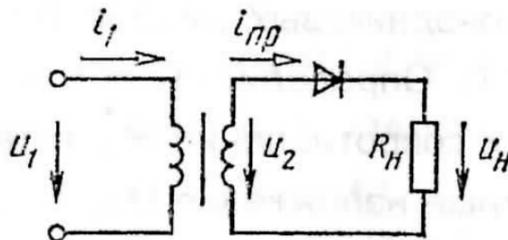

Рис. 5
2. Определить амплитуду тока в нагрузочном резисторе сопротивлением $R_H = 2,5$ кОм однополупериодного выпрямителя (рис. 5), если напряжение на первичной обмотке трансформатора $U_1 = 20$ В, коэффициент трансформации $n = 0,4$. Считать, что прямое сопротивление диода $R_{пр} = 0$.